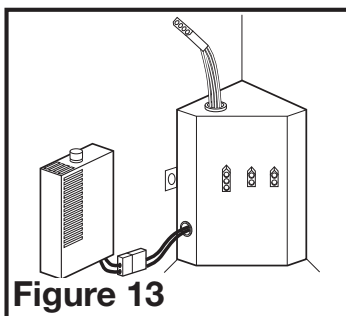

Figure 13
- 3c. **MODÈLES AVEC DÉTECTION D'HUMIDITÉ ET DÉTECTION DE MOUVEMENT:** branchez les câbles à 2 broches du ventilateur et les câbles à 3 broches de connexion rapide du moteur dans la prise correspondante située sur le couvercle du compartiment de fil. Connectez le connecteur à deux broches du compartiment de l'hygrostat au connecteur à deux broches du côté du couvercle du logement de fil. Branchez le cordon du moteur à 3 broches de connexion rapide dans le court côté du câblage inclus, dans le connecteur situé sur le dessus de la couverture du compartiment de fil. Ces câbles ne s'adaptent que dans un sens dans les réceptacles (Figure 13).